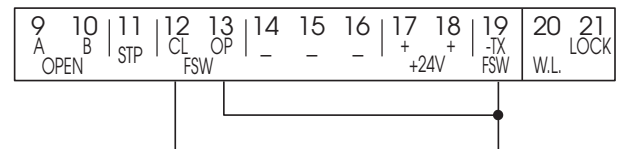

Fig. 7
**Nota bene:** als er geen veiligheidsvoorzieningen bij sluiting worden aangesloten, moet een brug worden gemaakt tussen de klemmen **CL** en **-TX FSW** (fig. 7).
**Nota bene:** als er geen veiligheidsvoorzieningen bij opening worden aangesloten, moet een brug worden gemaakt tussen de klemmen **OP** en **-TX FSW** (fig. 7).